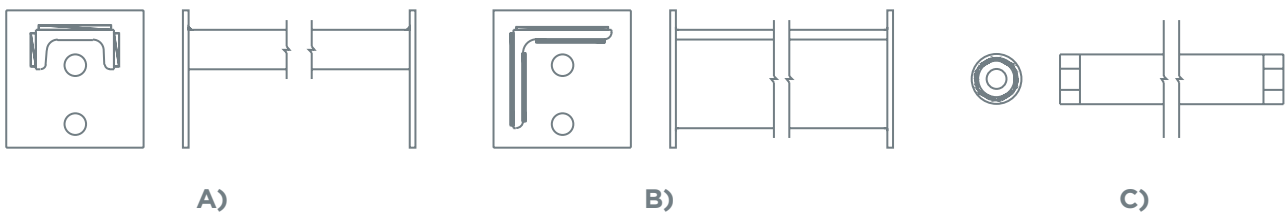

Figura 5:
Se encargan de soportar las cargas provenientes de las pistas o superficies de deslizamiento para transmitir las a los perfiles laterales. El tamaño y separación depende de la carga a transmitir. La forma se determina según la comodidad para trabajar sobre los bulones de fijación de las pistas de deslizamiento. Las secciones de los perfiles más usados en travesaños se ejemplifican en la figura 5.
- c) Travesaño con tubo y tuerca soldada. Figura 5:
Los travesaños según las disposiciones a) y b) de la Figura 5 se fabrican con perfiles laminados como por ejemplo perfiles “C” o “Ángulo” a los cuales se les suelda una pletina en el extremo. La función de la pletina es permitir la vinculación, a través de bulones, del travesaño con el perfil lateral. En la parte superior del travesaño se fijan las pistas de deslizamiento.